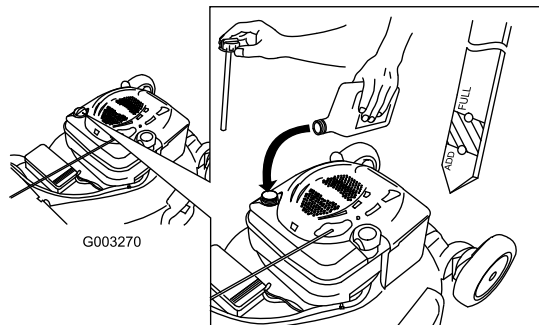

Figura 7
- Togliete l'asta di livello (Figura 7).
- Versate **lentamente** l'olio nel tubo di riempimento finché non raggiunge il segno di pieno sull'asta (Figura 7). **Non riempite troppo.** (Riempimento